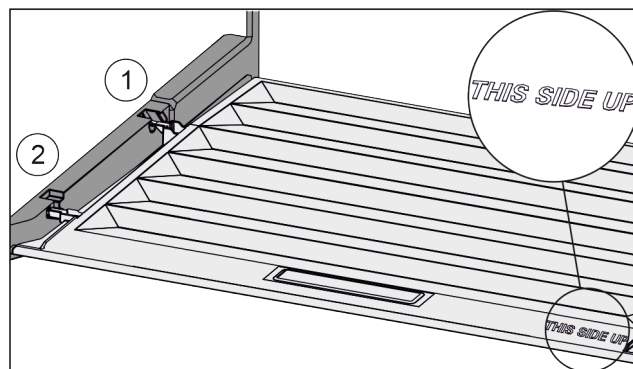

Fig. 86
- ▶ Introduire les rainures du couvercle par l'orifice du support arrière Fig. 86 (1) et les enclencher à l'avant dans le support Fig. 86 (2).